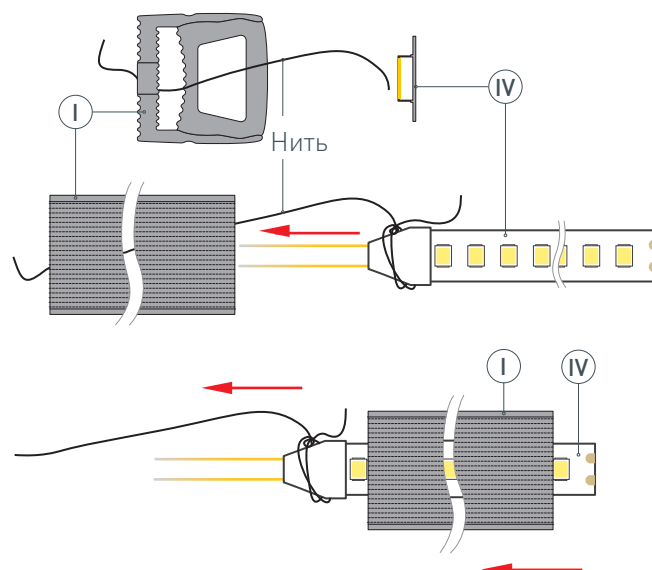

Рис. 1. Протяжка светодиодной ленты ④ в профиль ①, вид сверху
- 1 / Закрепите держатели ② на поверхности и выведите наружу кабель от источника питания для светодиодной ленты.
Установите\* светодиодную ленту ④ в профиль ①. Для этого необходимо привязать нить (находится внутри профиля) с одной стороны профиля ① к светодиодной ленте ④, как показано на рис. 1. Чтобы втянуть ленту в профиль, сначала аккуратно поместите кабели питания светодиодной ленты ④ внутрь профиля ①, а затем, насколько это возможно, вставьте край светодиодной ленты. Аккуратно потяните за нить с другой стороны профиля ① и тем самым протяните\*\* светодиодную ленту ④ в профиль ①.